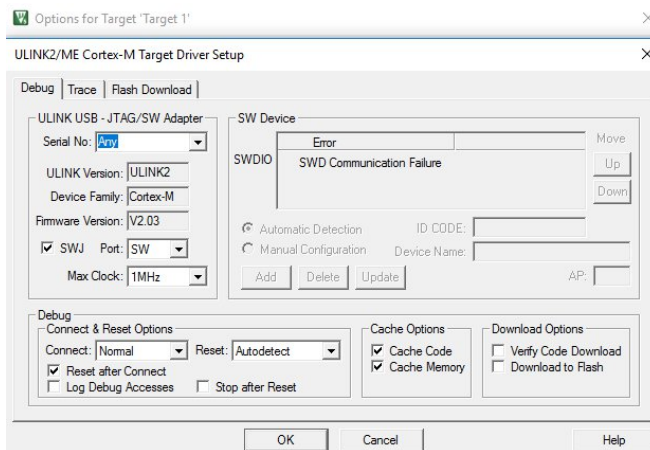

Рисунок 19
5.7.9 В появившемся окне проконтролировать наличие названия и других параметров программатора (программатор должен быть подключён) (см. рисунок 19).